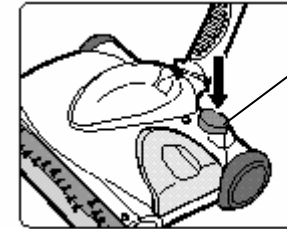

Fig. 4
2. Appuyer sur l'interrupteur marche/arrêt pour la mettre en marche. Pour l'éteindre, appuyer à nouveau sur l'interrupteur marche/arrêt (Fig.4).